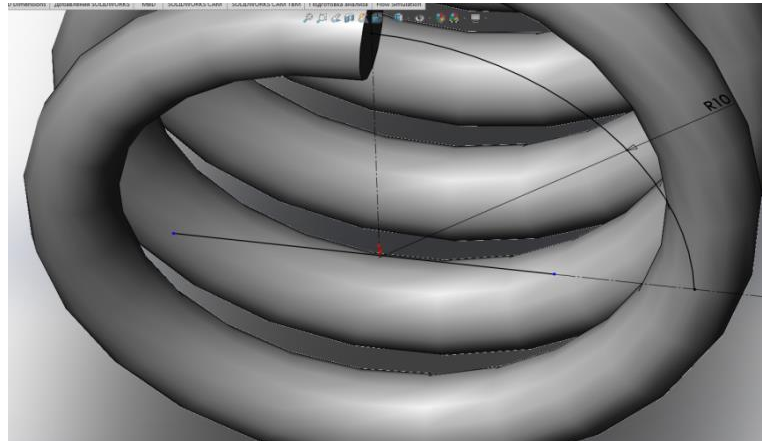

Рисунок 2.14 – Добудова лінії
7. Будується ще одна лінія, на яку теж накладається взаємозв'язок **Вздовж осі OZ** (рис. 2.14)